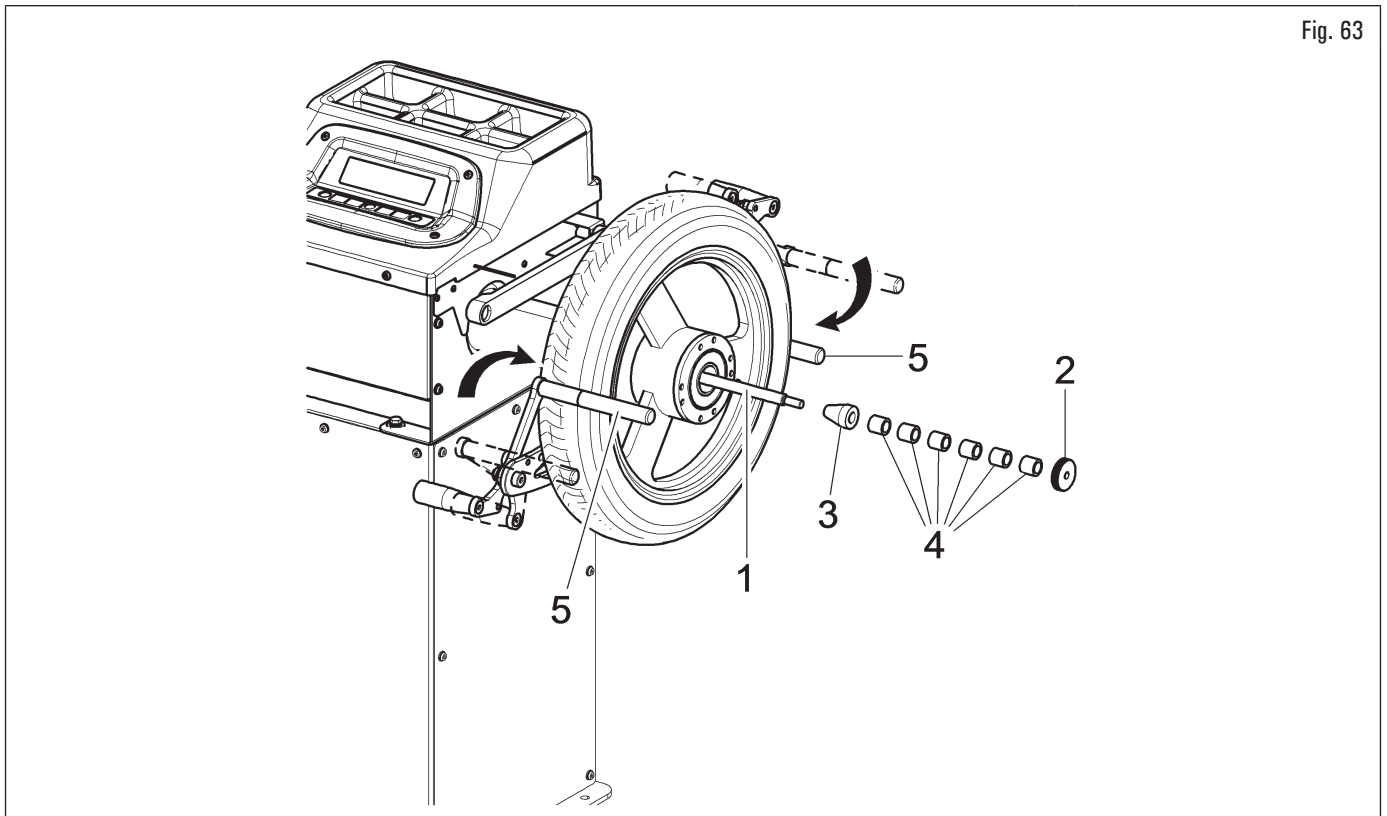

Fig. 63
4. serrare la ruota sull'albero (Fig. 63 rif. 1) ruotando il volantino zigrinato (Fig. 63 rif. 2) dopo aver interposto, in sequenza, cono (Fig. 63 rif. 3) e distanziali (Fig. 63 rif. 4). Avvicinare manualmente i bracci di ritegno (Fig. 63 rif. 5) allo pneumatico, come indicato in Fig. 63.